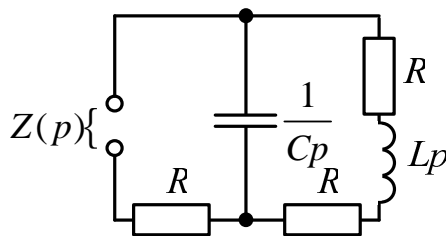

Рис. 1.14
1. Определим корни характеристического уравнения из схемы (рис. 1.14):